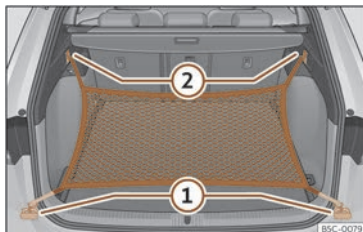

Fig. 129 Dans le coffre à bagages : œillets (1) et crochets (2) pour accrocher le sac pour filet.
- Fixez les crochets courts du filet aux œillets d'amarrage»» fig. 129 (1)»» ⚠. La fermeture à glissière du sac doit rester vers le haut.
- Fixez les rubans aux crochets pour accrocher des sacs (2).